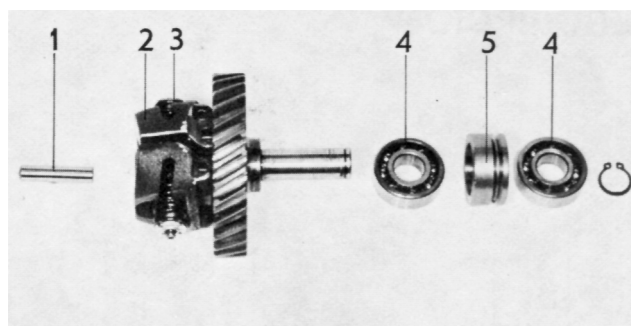

Fig. 49. Centrifugalregulator
1. Kontrollera om vikterna (2, fig. 49) kärvar på sin axel eller om det är för stort glapp mellan axel och regulatorvikt.
2. Kontrollera om pinnen (1) glider lätt i axeln.